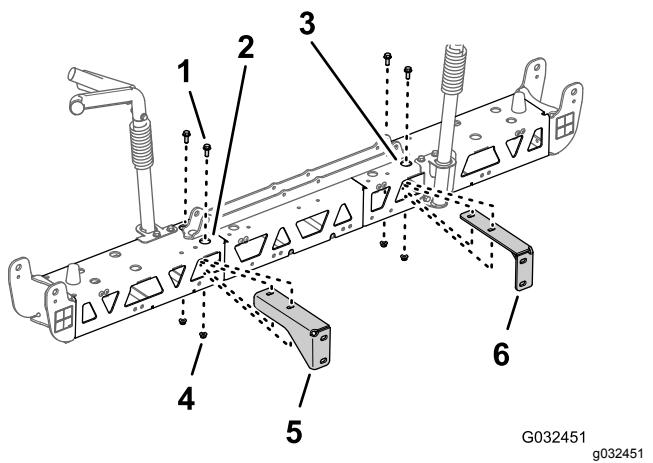

图56
3. 使用在 从中间喷洒段上卸下支撑托架。 \(页码 22\) 的步骤 2 和 3 中卸下的 2 个凸缘头螺栓 $\frac{3}{8} \times 1$ 英寸和 2 个凸缘锁紧螺母 $\frac{3}{8}$ 英寸将右支撑托架组装到右桁架框架上图56。
4. 对左桁架框架的左支撑托架重复步骤 2 和 3 图56。
2. 如图56 所示将右支撑托架中的孔与右桁架框架中的孔对齐。